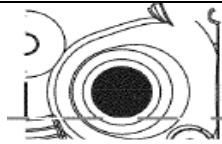

Рис. 19
5. Осмотрите маслоналивное отверстие. При необходимости используйте фонарик. Нормальный уровень масла соответствует отметке последнего витка резьбы (Рис. 19).
6. В том случае, если уровень масла не достигает отметки последнего витка резьбы маслоналивного отверстия, добавьте небольшое количество масла (Рис.19) и заново проверьте уровень. Повторите это действие, пока уровень масла достигнет последнего витка резьбы маслоналивного отверстия.